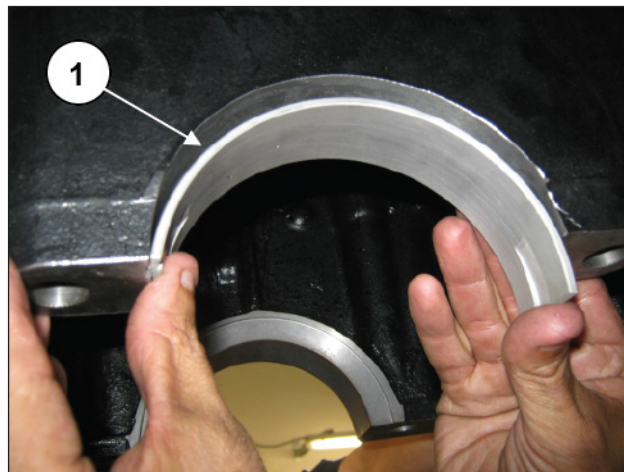

图 108
把支座上的半轴瓦 (①, 图 108) 保持在后泵壳的相应位置。